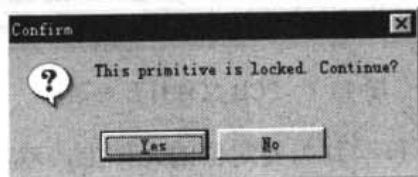

图 13-5 元件位置锁定确认对话框
- (7) 在没有去掉手工定位元件的 Locked 选项时，如果拖动该元件，会弹出图 13-5 所示的元件位置锁定确认对话框，单击 Yes 按钮便将继续移动元件。